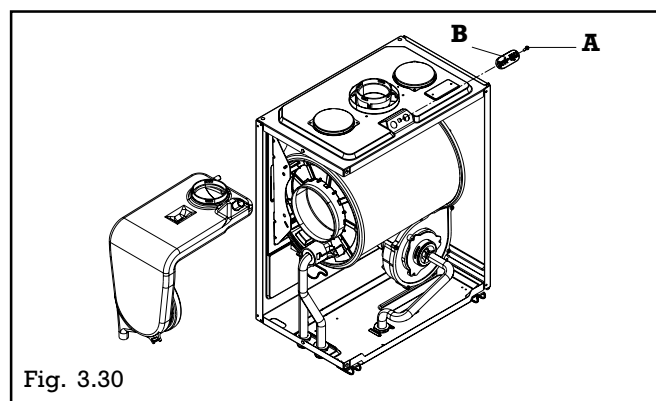

Fig. 3.30
- Démonter la prise de mesure (B) du caisson d'air (vis (A) fig. 3.30)